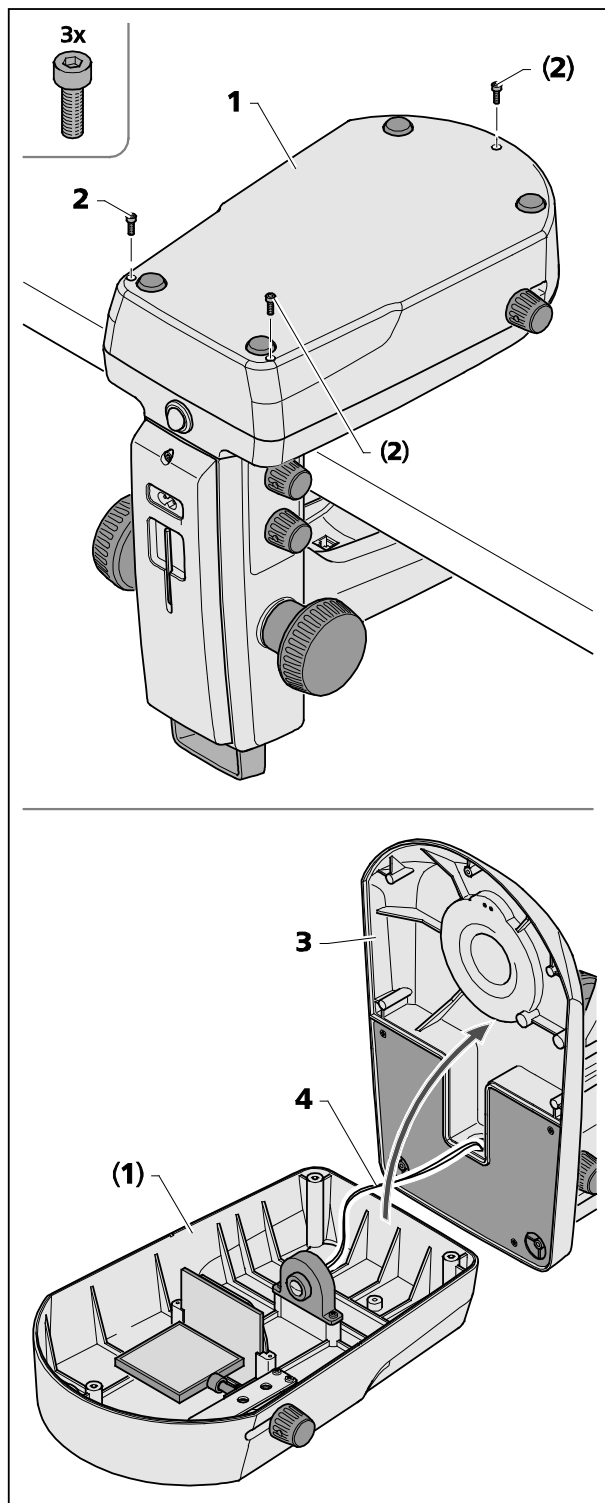

图29 打开 K LAB 镜臂的盖板
在清洁和移除意外掉落的异物时，可以将透射光垫盘(图29/1)从镜臂盖板(图29/3)上取下。
- 用内六角扳手 SW 2.5 将镜臂盖板(图29/1)上的三个螺丝(图29/2)取下，并放置一旁。
- 小心地将镜臂盖板(图29/3)从透射光垫盘(图29/1)上取下，并将镜臂放置一旁。
要注意不要让电线(图29/4)和透射光垫盘(图29/1)分离。